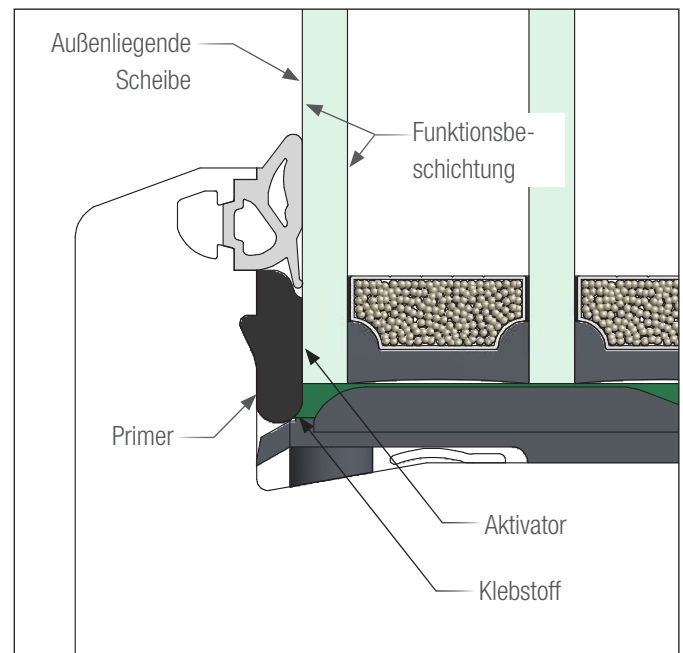

Abb. 1: Aufbau der Überschlagsverklebung Glas-Flügelrahmen
- Vorbehandeln der Klebeflächen am Scheibenrand (Aktivator) und Flügelüberschlag (Primer) - siehe Abb. 1